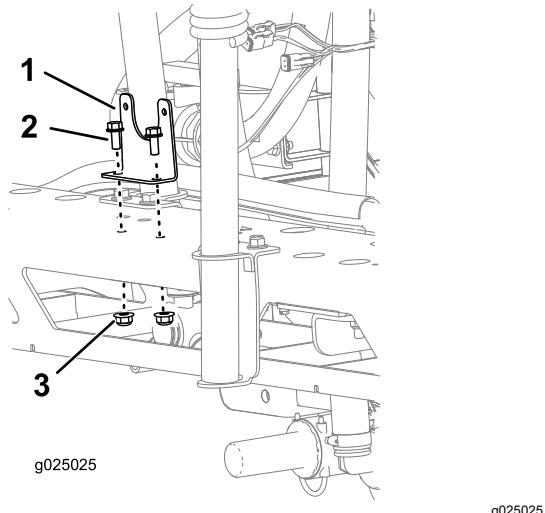

Bild 1
- Befestigen Sie die Halterung mit den zwei Schrauben (5/16" x 3/4") und zwei Sicherungsmuttern (5/16") am Rahmen, wie in Bild 1 dargestellt.